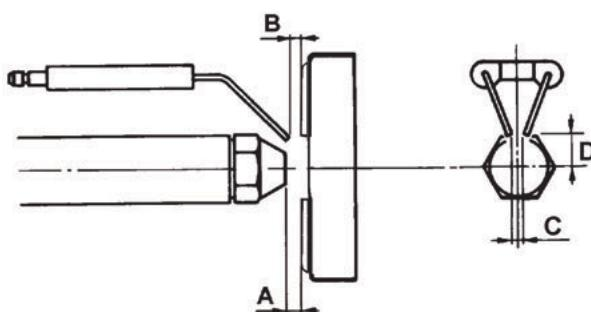
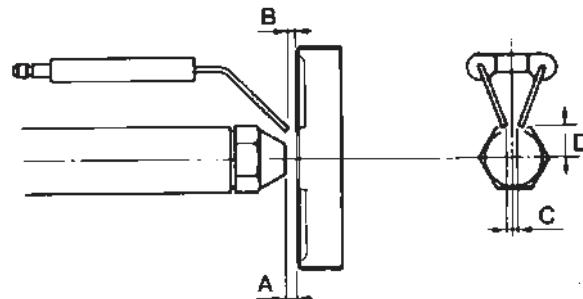

Рис. 18a - Горелки G4 и G6
Рис. 18b - Горелки G10 и G18
- проверить запальные электроды и соответствующие керамические изоляторы, почистить, при необходимости отрегулировать и, если необходимо, заменить (см. Рис. 18a и Рис. 18b).